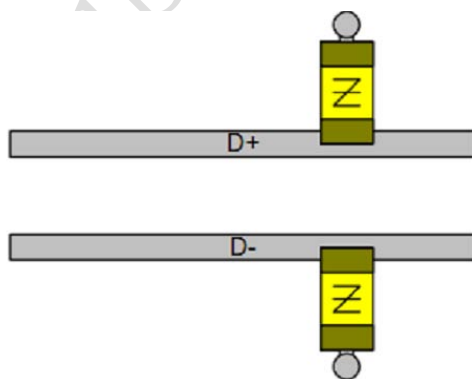
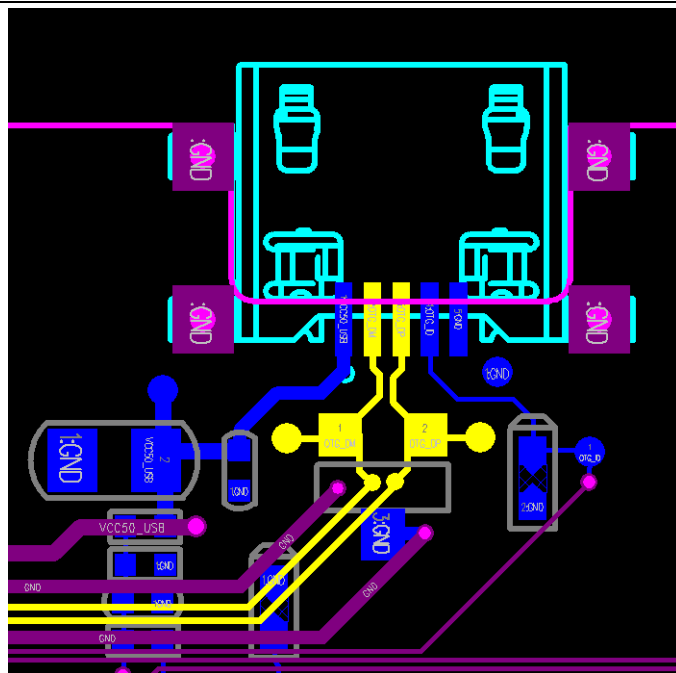

图11-6
图 11-7
- ESD保护器件、共模电感和大电容在布局时应尽可能的靠近USB接口，如图11-6、图11-7所示；